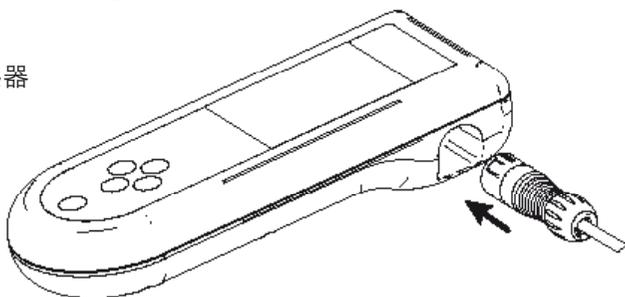

图3：将测量仪器与传感器断开/连接
如需使用该仪器进行测定，您需要连接一个传感器。（图3，第7页）。
- 1、将传感器连接到测量仪器上（见第7页的图3）。